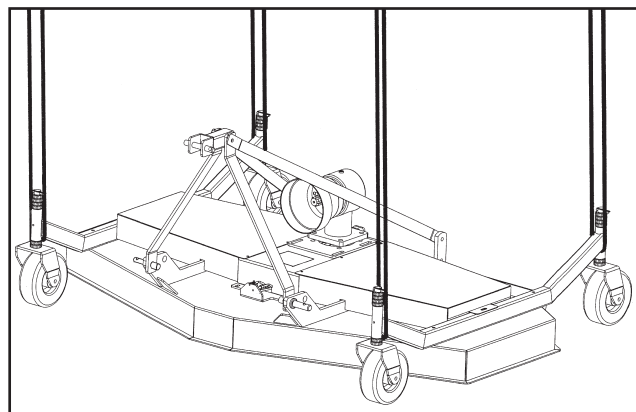
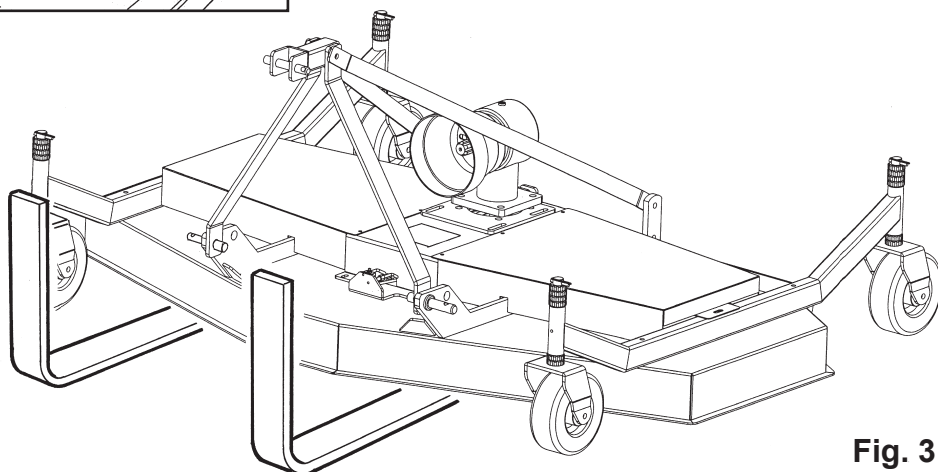

Fig. 2
Fig. 3
- Sollevare la macchina inserendo le fasce nei punti indicati (**Fig. 2**), oppure inserire le forche del muletto, come indicato in (**Fig. 3**), assicurandosi prima che la portata del muletto sia superiore al peso della macchina.
- Lift up the machine by inserting the slings at the points indicated in (**Fig. 2**), or enter with the forks of your forklift as indicated in (**Fig. 3**). Make sure that the capacity of your forklift is higher than weight of the machine.